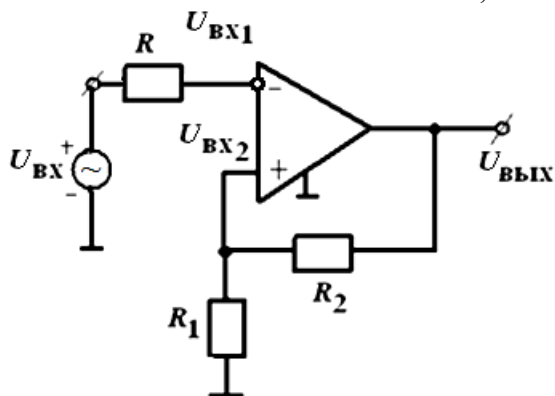

Рис. 12
12. Найти значение сопротивления R_1 в схеме триггера Шмитта на рис. 12, чтобы гистерезис переключения составлял 4 В. $U_{\text{вых.мах}} = \pm 14$ В, $R_2 = 5$ кОм.